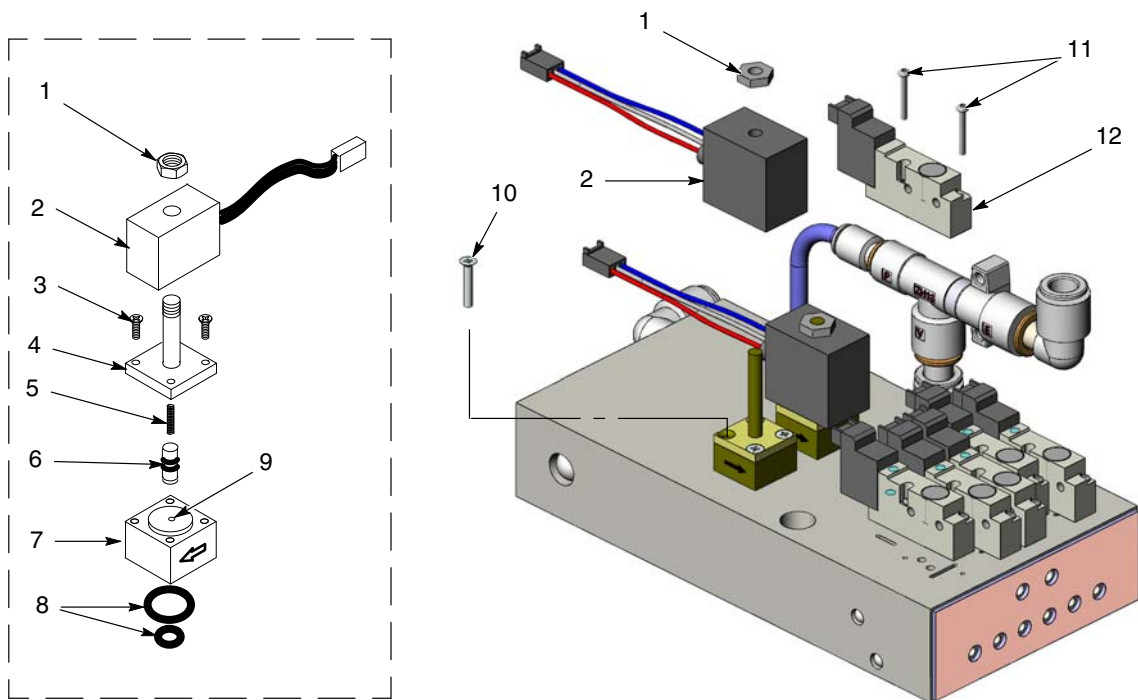

Figura 28 Repararea colectorului
1. A se vedea Figura 28. Scoateți piulița (1) și bobina (2) de pe supapa de control al debitului.
2. Scoateți cele două șuruburi lungi (10) pentru a demonta supapa de control al debitului de la colector.
3. Desfaceți cele două șuruburi scurte (3), apoi deplasați tija supapei (4) de la corpul supapei (7).
4. Scoateți cartușul supapei (6) și arcul (5) de pe tijă.
5. Curățați locașul cartușului și garniturile, și orificiul (9) din corpul supapei. Utilizați aer comprimat cu presiune joasă. Nu utilizați instrumente metalice ascuțite pentru a curăța cartușul sau corpul supapei.
A se vedea Figura 28. Demontați supapa prin demontarea piuliței (1), bobinei (2) și a șuruburilor lungi (10).
A se vedea Figura 28. Pentru a demonta supapele electromagnetice, scoateți cele două șuruburi (11) din corpul supapei și ridicați supapa electromagnetice (12) din colector.